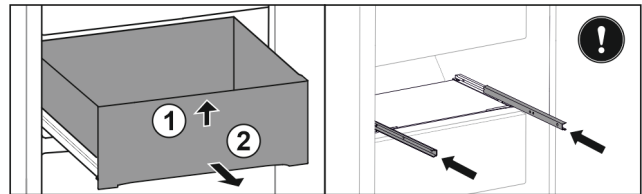

Fig. 28*
- ▶ Повдигнете чекмеджето отпред Fig. 28 (1)*
- ▶ Извадете напред Fig. 28 (2)*